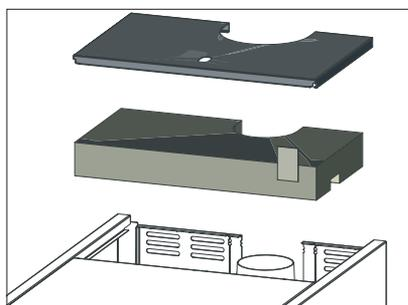

Fig. 34 Retirer la jaquette à l'arrière de la chaudière et retirer l'isolation
- ▶ Retirer la jaquette à l'arrière de la chaudière et retirer l'isolation au-dessus du couvercle des surfaces d'échange – Fig. 34.